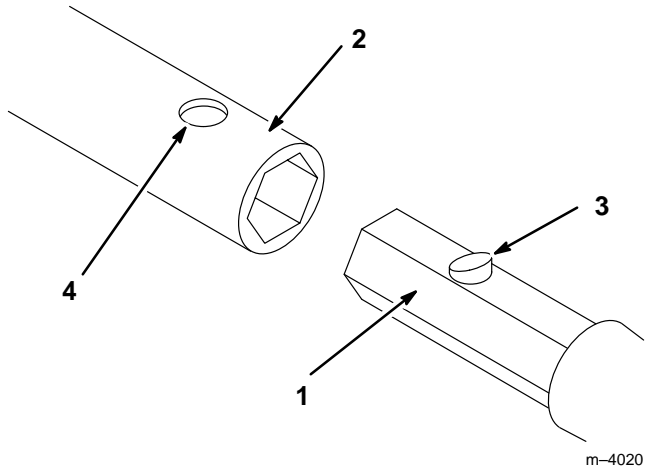

Abbildung 4
2. Den Sechskantschaft von Bohrstange, Bohrmeißel oder Erweiterungsbohrer in die Fassung schieben. Das Loch in der Fassung auf den Druckknopf am Anschluß ausrichten (Abb. 4).
3. Den Druckknopf am Anschluß herunterdrücken und den Schaft in die Fassung schieben, bis er im Loch in der Fassung einschnappt (Abb. 4).